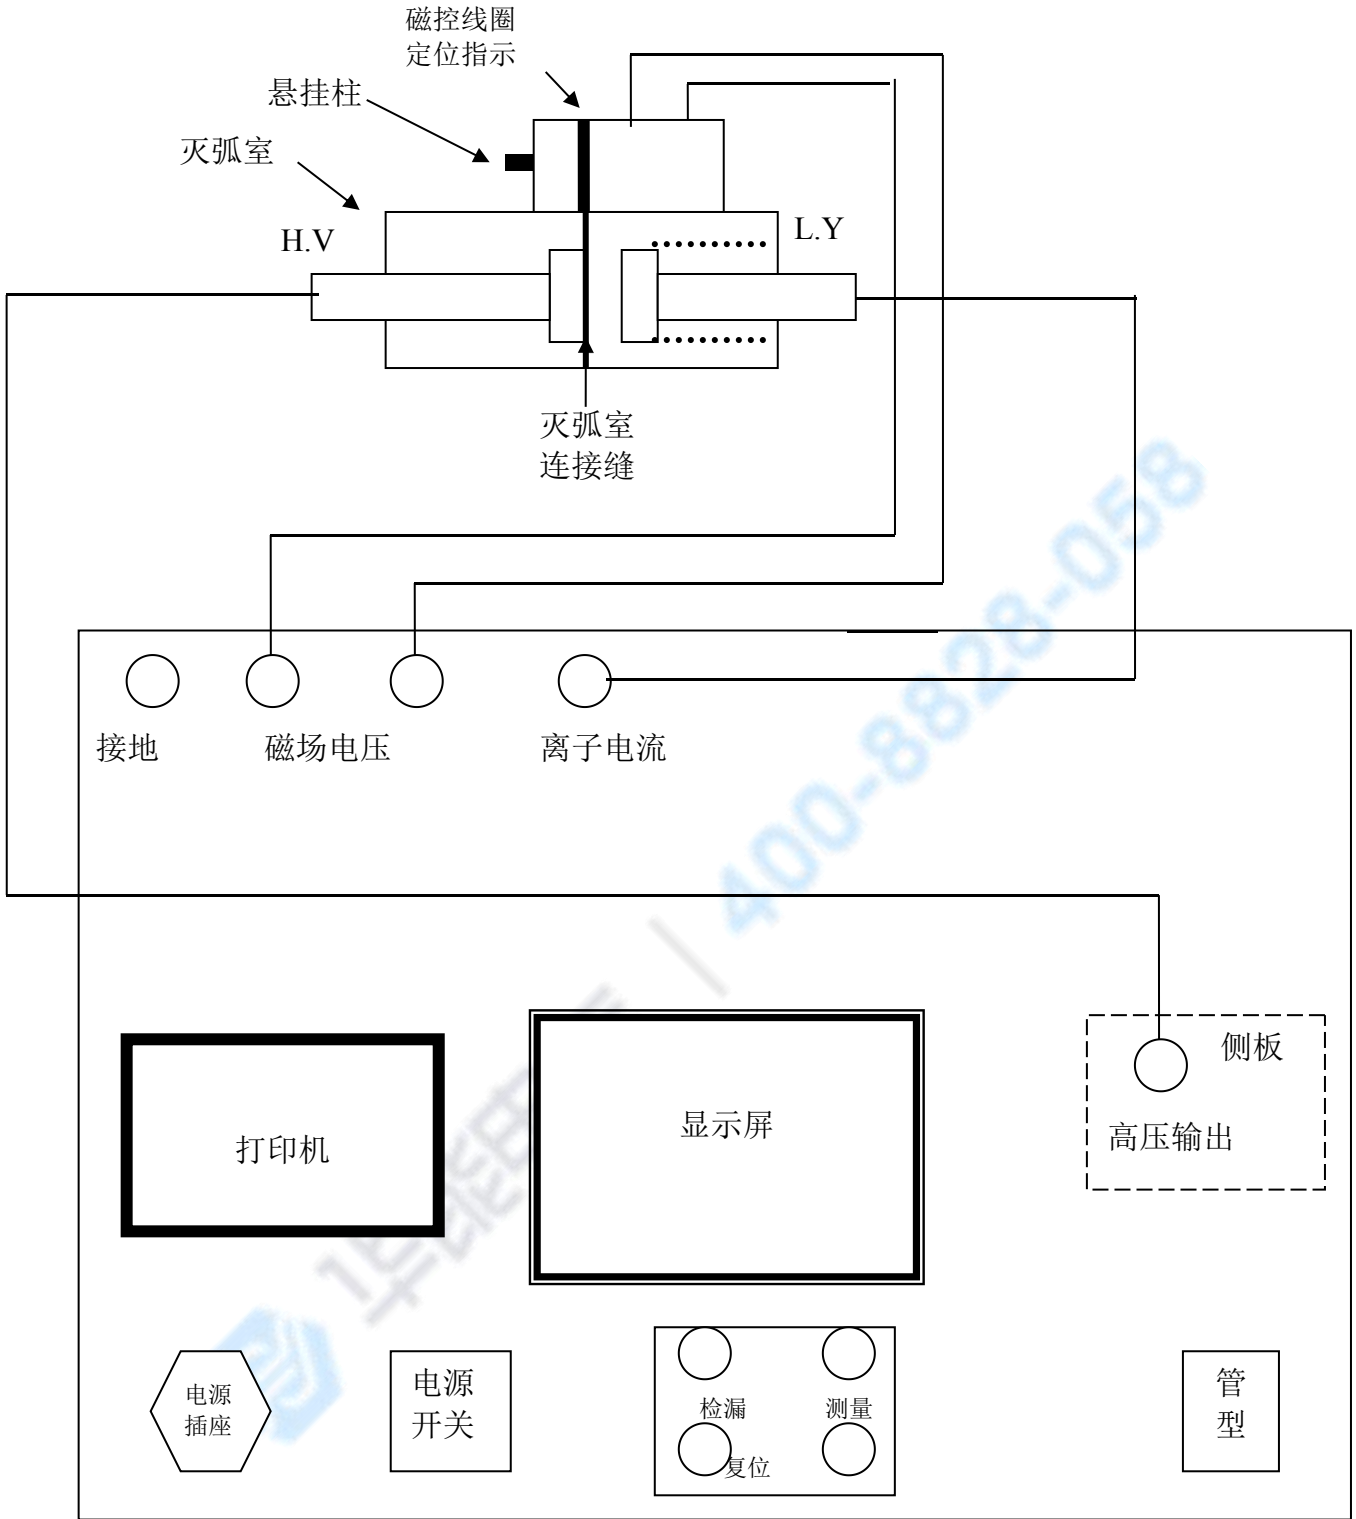

图 2 号 HYG-2009 真空开关真空度测试仪
仪器面板如图 2 所示，检漏键用于对真空管真空度进行初步的判断，测量键用于施加高压及强电磁场对真空管真空度进行定量测试。在仪器侧面有一个高压输出端子，可用高压线连到真空管的一个触头上。离子电流输入端连接到真空管的另一个触头上。磁场电压两输出端应接到励磁线圈的两个接线端子上。接地端用于仪器外壳的保护接地。管型输入拔码开关用于输入灭弧室的管型，灭弧室的管型由灭弧室外直决定，带外罩的以外罩直径为准。
4、然后按图 2 所示悬挂好励磁线圈,白刻度线对准真空断路器中间位置,用绑带绑紧电磁铁和真空断路器(实验时脉冲电压会产生冲击力,避免造成真空断路器的损裂)。